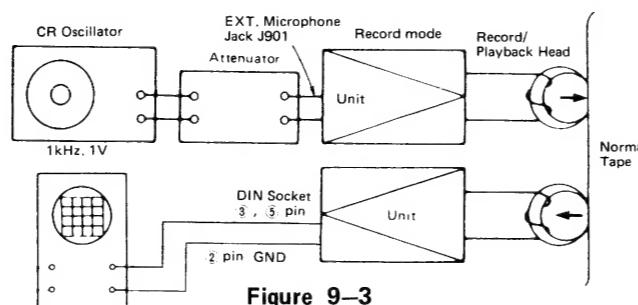

Figure 9-3
1. Connect instruments as shown in Fig. 9-3.
3. Place the unit in record mode and check for the output voltage between pins ③ and ⑤ of DIN socket.
4. Reproduce the tape which has been recorded in the above step 3 and check for the output voltage between pins ③ and ⑤ of DIN socket.
1. Die Instrumente gemäß Abb. 9-3 anschließen.
3. Das Gerät auf Aufnahmebetriebsart einstellen und die Ausgangsspannung zwischen Stiften ③ und ⑤ der DIN-Buchse überprüfen.
4. Das im obenerwähnten Schritt 3 aufgenommene Band wiedergeben und die Ausgangsspannung zwischen Stiften ③ und ⑤ der DIN-Buchse überprüfen.
1. Brancher les instruments comme cela est indiqué dans Fig. 9-3.
3. Mettre l'appareil dans le mode d'enregistrement et vérifier la tension de sortie entre broches ③ et ⑤ de la douille DIN.
4. Faire lire la bande qui a été enregistrée à l'étape 3 ci-dessus et vérifier la tension de sortie entre broches ③ et ⑤ de la douille DIN.